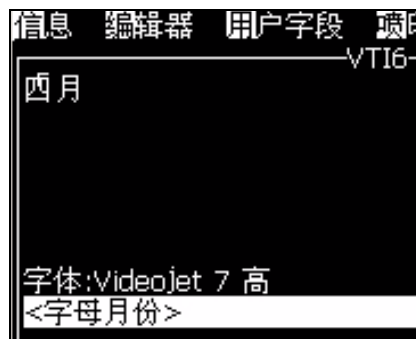

图 5-12: 用户字段 - 字母月份
- 2 选择所需的用户字段，然后按下 *Enter* 键。例如，图 5-12 中所示的 *Alpha Month*（字母月份）。